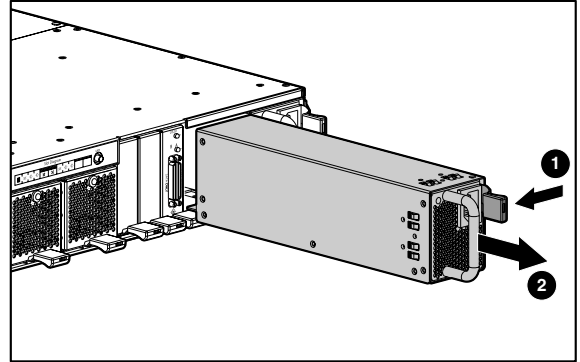

図 4: パワー サプライの取り外し
1. 図 4 に示すように、パワー サプライの赤紫色のモジュール ラッチ ① を押しながら、エンクロージャ ② からパワー サプライを引き抜きます。